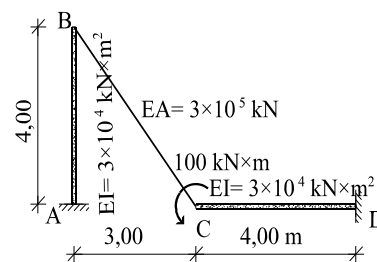

Figura 13
13) La estructura de la figura 13 consta de dos vigas ménsula AB y CD unidas por un tirante. Las rigideces de todas las piezas se dan en la propia figura. La única carga actuante es el momento exterior aplicado en C. Se pide: